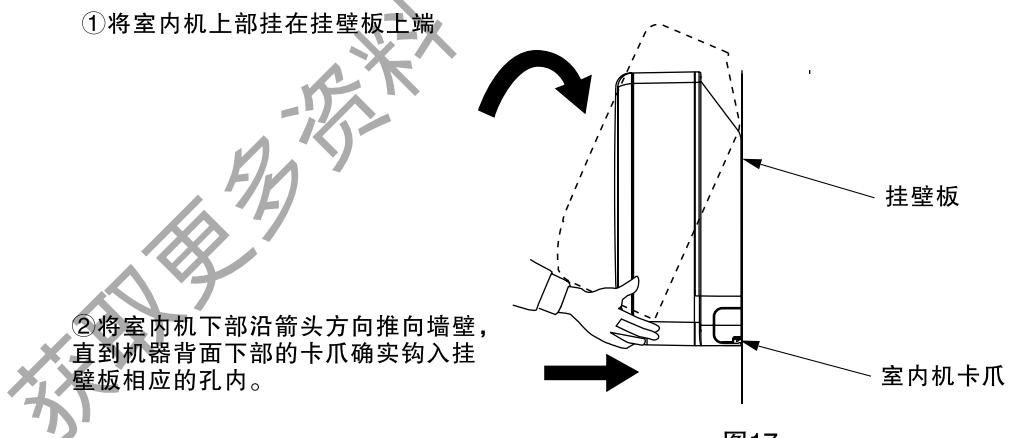

图17
2. 挂壁板固定完毕后，待机器室内外连接管安装完毕后根据下图将室内机安装在挂壁板上。（如图17）